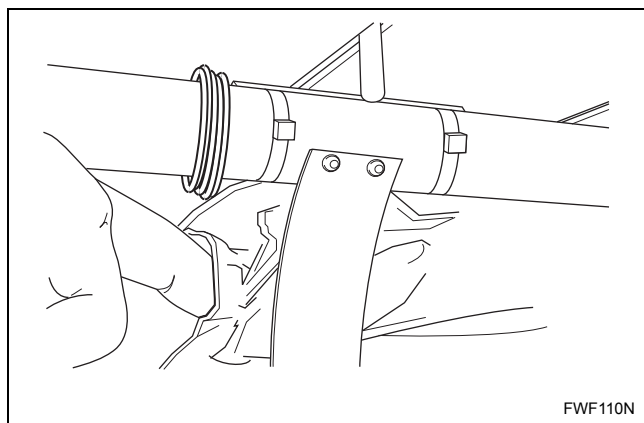
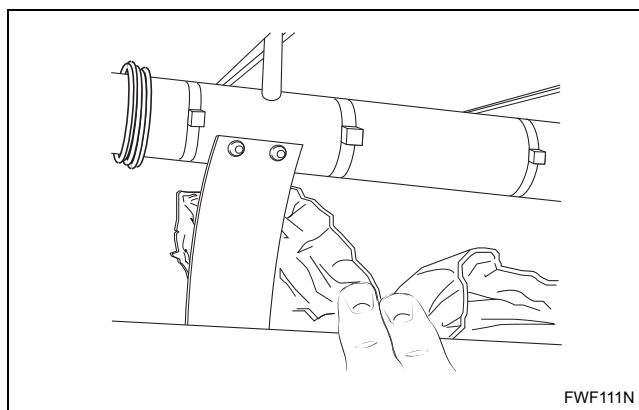
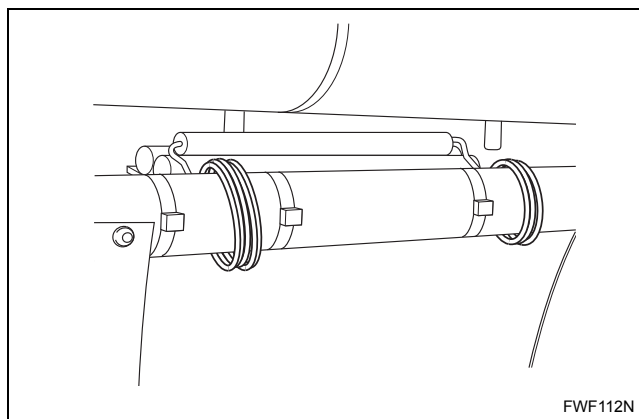

Figure 9
Figure 10
Figure 11
- b. Retirer le papier de protection manuellement. Agissez avec la plus grande prudence autour des lames de séparation et du capteur de température. Se reporter à la *Figure 9*, *Figure 10* et à la *Figure 11*.